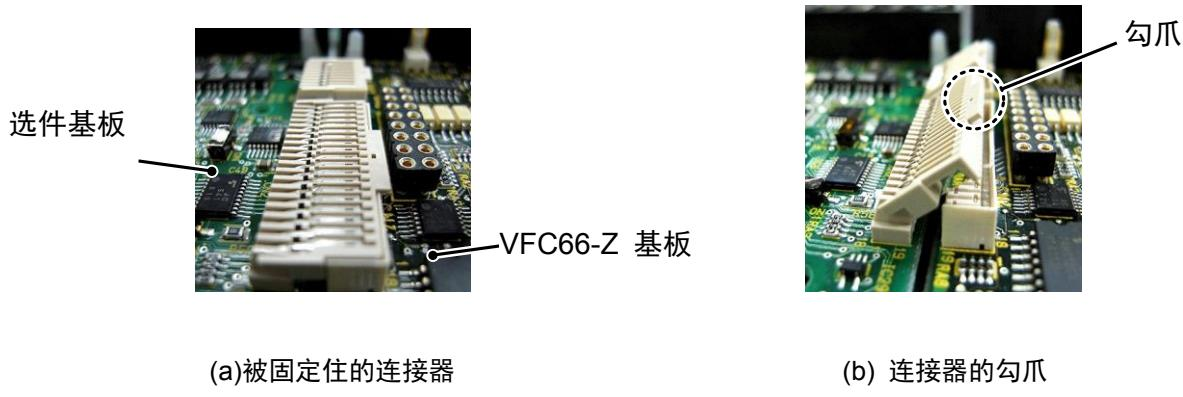

图 5.3 连接器
的连接。图 5.3(a) 是连接器被连接在一起时的状态。请如图 (b)
⑦请如图 5.3 (b) 所示，将勾爪按下，让选件基板的连接器 CN1 及 CN2 分别与 VFC66-Z 基板的连接器 CN7 及 CN4 嵌合在一起，予以固定。安装好连接器后，如该图 (a) 所示。连接器的可动部分具有弹性，如果安装力较弱可能会松脱，所以请固定牢靠。
⑧请将 SET66-Z 基板按原样安装好。